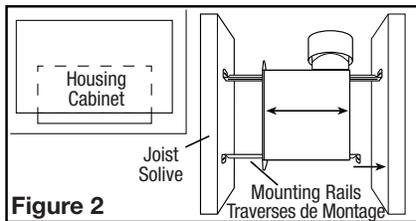
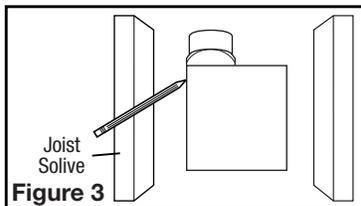

Figure 2
Figure 3
1. Install the rails into the mounting channel on the housing. Center the mounting channel in the slots on the housing, then from inside the housing tighten the mounting channel screws so the channel is securely in place. Position the housing next to the joist. Line up housing so that it will be flush with the finished ceiling. Secure the ends of the rails with screws or nails (not included) to the joists and slide the housing into the final position (Figure 2).
1. Set housing in position between the joist and trace an outline onto the ceiling material (Figure 3). Set housing aside and cut opening, being careful not to cut or damage any electrical or other hidden utilities. Install the rails into the mounting channel on the housing. Center the mounting channel in the slots on the housing, then from inside the housing tighten the mounting channel screws so the channel is securely in place. Position the housing in the previously cut hole so that it is flush with the finished ceiling. Secure the ends of the rails to the joists (Figure 2).
1. Installez les rails dans le canal de montage sur le boîtier. Centrez le canal de montage dans les fentes sur le boîtier, puis de l'intérieur du boîtier, serrez les vis de montage de sorte que le canal soit bien en place. Placez le boîtier à côté de la solive. Aligner le châssis pour qu'il soit de niveau avec le plafond fini. Fixez les extrémités des rails aux solives avec des vis ou des clous (non inclus) et glissez le boîtier dans la position finale (Figure 2).
1. Placer le boîtier en place entre les solives et tracer un contour sur le matériel du plafond (Figure 3). Mettre le boîtier de côté et découper l'ouverture, en faisant attention de ne pas couper ou endommager les installations électriques ou d'autres utilités masquées. Installez les rails dans le canal de montage sur le boîtier. Centrez le canal de montage dans les fentes sur le boîtier, puis de l'intérieur du boîtier serrez les vis de montage de sorte que le canal soit bien en place. Positionnez le boîtier dans le trou préalablement découpé de sorte qu'il soit aligné avec le plafond fini. Fixez les extrémités des rails aux solives (Figure 2).